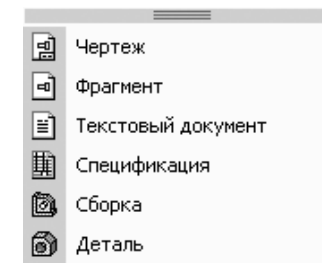

Рис. 1.55. Раскрывшийся список документов после активизации кнопки , расположенной справа от кнопки , на панели инструментов **Стандартная**
- щелкните на панели инструментов **Стандартная** по стрелке, расположенной справа от кнопки  **Создать** – . Появится раскрывающийся список различных документов рис.1.55.